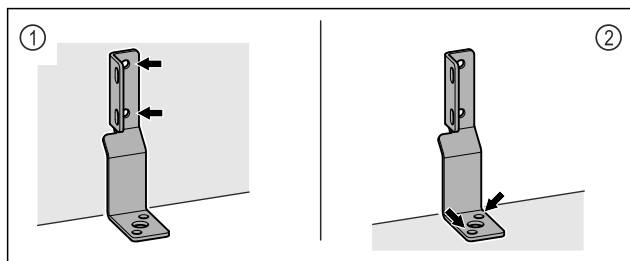

Fig. 45
- Winkel an Wand Fig. 45 (1) oder Boden Fig. 45 (2) befestigen.